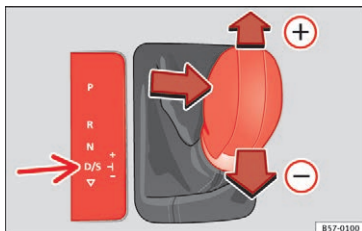

Fig. 192 I midterkonsollen: skift til tiptronic
– Vip gearvælgeren fremad mod **+** » Fig. 192 for at skifte et gear op.